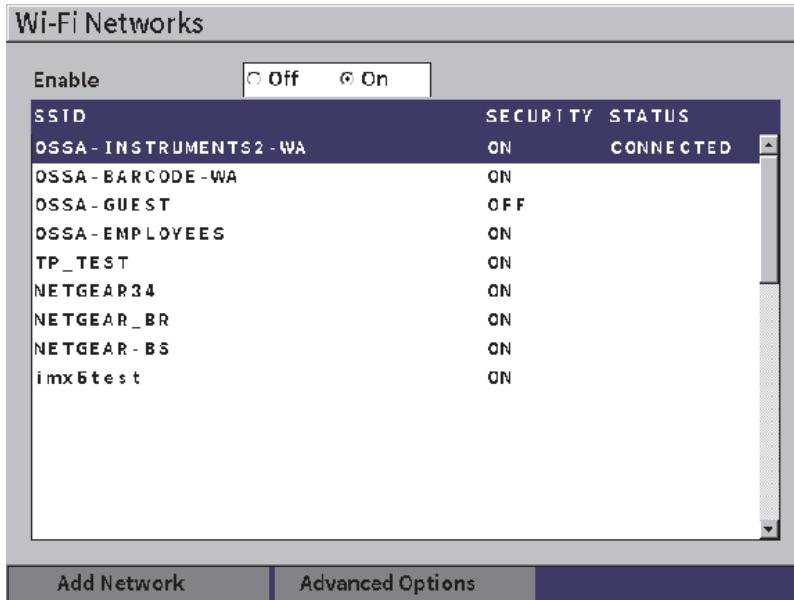

Abbildung 10-1 Konfigurationsfenster WLAN-Netz
2. Wählen Sie das Symbol für **WLAN** () aus, um das Konfigurationsfenster **WLAN-Netz** zu öffnen (siehe Abbildung 10-1 auf Seite 170).